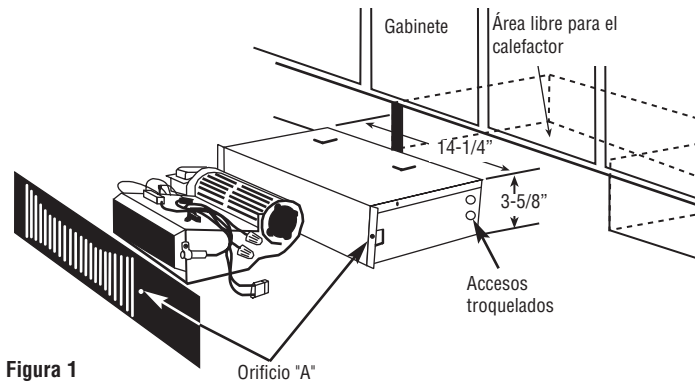

Figura 1
1. Corte un hueco de 14-1/4" x 3-5/8" (361,9 mm x 92,1 mm) en el lugar deseado como se muestra en la figura 1. Mantenga libre de obstrucciones el área por encima del calefactor.
3. Escoja y retire el acceso troquelado de la caja que será utilizado para el cableado (vea la figura 1). Instale el prensacables (provisto por el instalador).
7. Utilizando los orificios en las pestañas de la caja como plantilla, asegure la rejilla delantera y el calefactor haciendo dos perforaciones de 3/32" (2,3 mm) de diámetro en el gabinete y colocando dos tornillos n.º 6 x 3/4" (n.º 6 x 19 mm) (suministrados) en los orificios "A" (vea la figura 1).